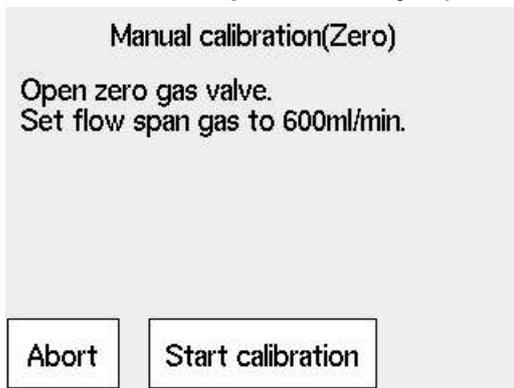

Figura 7.22 Verificação da taxa de vazão do gás zero
- (7) Siga as instruções na tela conforme mostrado na Figura 7.22 para ativar o fluxo de gás zero. Abra a válvula de fluxo de gás zero para a Unidade de Ajuste de Fluxo e ajuste a válvula para obter uma vazão de 600 ± 60 ml/min. A válvula deve ser ajustada afrouxando sua contraporca e girando suavemente o eixo da válvula no sentido anti-horário. Use o fluxômetro do gás de calibração para verificação a taxa de vazão.